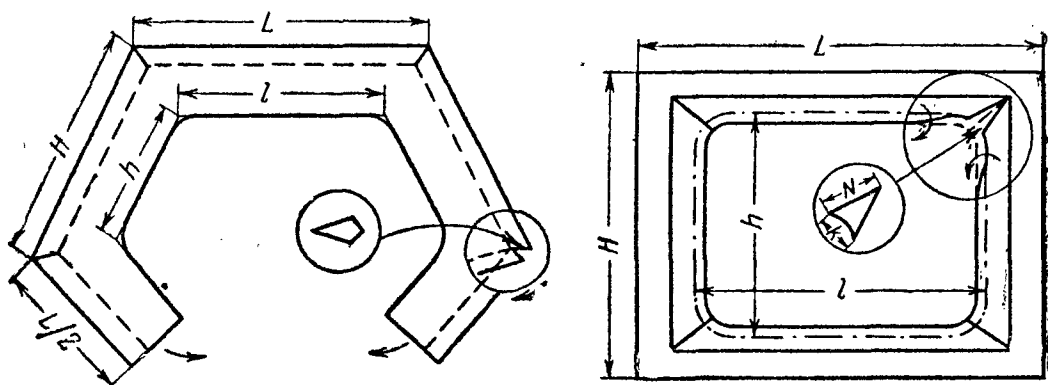

Рис. 6. Изготовление защитной маски двумя способами.
**Защитную маску к телевизору** можно изготовить самостоятельно из картона толщиной 1,0—1,5 мм. Два способа изготовления маски показаны на рис. 6. Внутренние стороны маски вырезайте несколько меньше требуемого размера экрана, а внешние — по размеру места для нее в телевизоре. Перед выгибанием смочите водой места сгиба, чтобы картон не сломался. Окончательно подгонку окна